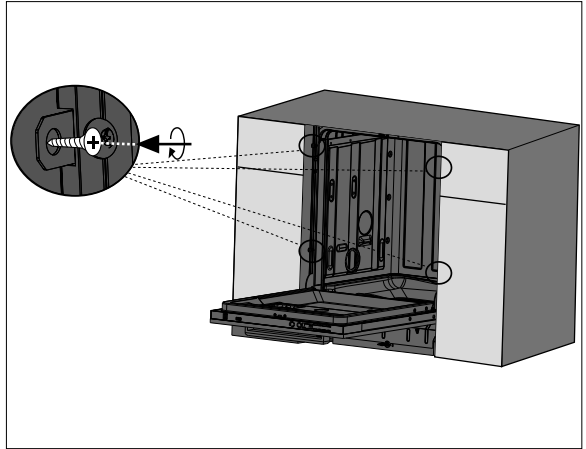

Abb. 16
- ▶ Schrauben Sie das Gerät seitlich an der Einbaunische mit den Montagewinkeln und den vier Senkschrauben fest. (siehe **Abb. 16**).